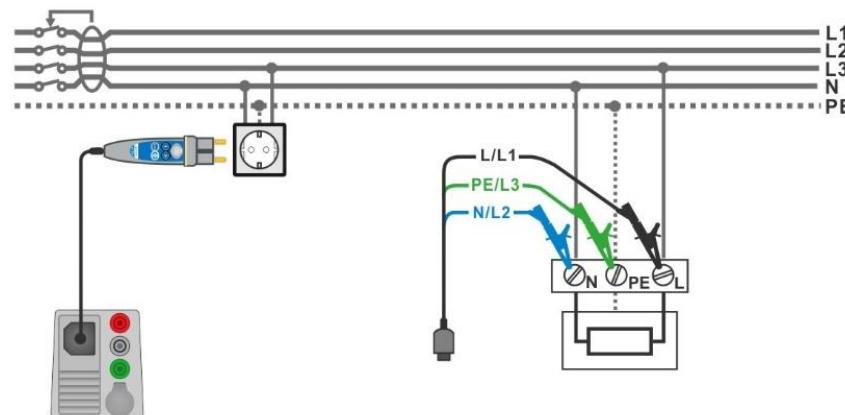

Fig. 4.68: Z auto måling
- › Forbind 3 ledet testledningen eller Plug commander til objektet der skal testes, se **Fig. 4.68**